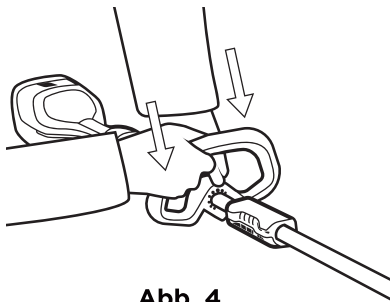

Abb. 4
a. Klemmen Sie den Zusatzgriff wie abgebildet an der entsprechenden Stelle am oberen Teil des Schafts ein, die Position kann den persönlichen Gewohnheiten entsprechend angepasst werden. (Abb. 4)